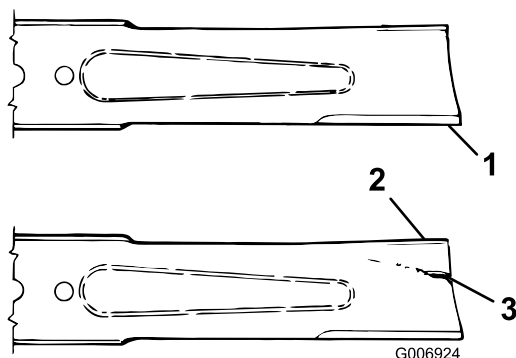

Figura 66
- Verificare accuratamente i taglienti, con particolare attenzione ai punti d'incontro delle sezioni piana e curva della lama (Figura 66).
- Se riscontrate segni di usura (Figura 66), sostituire la lama; fate riferimento a Revisione della lama (pagina 54).